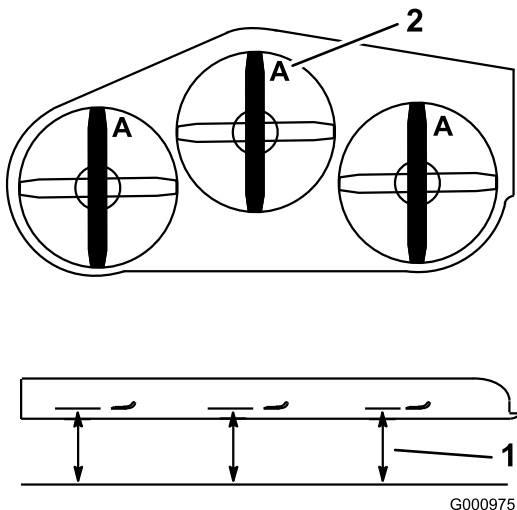

Figura 97
- Gire las cuchillas hasta que los extremos estén orientados hacia adelante y hacia atrás (Figura 97).
- Mida desde una superficie nivelada hasta el filo de corte, posición A, de las cuchillas (Figura 97).